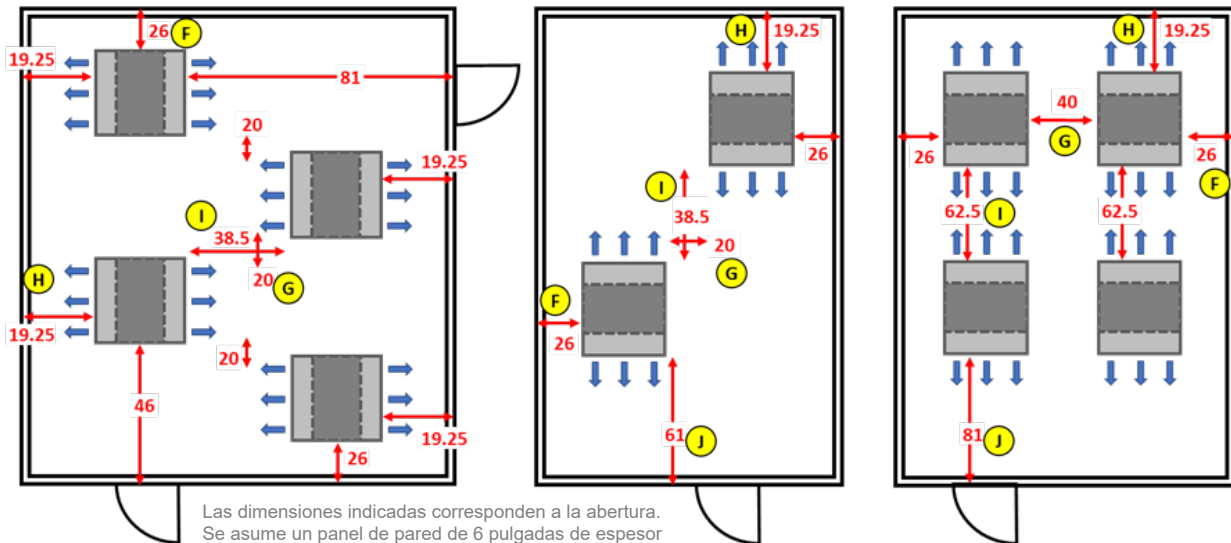

Figura 7 – Dimensiones de las separaciones entre aberturas
- La distancia estándar entre el lado de la abertura y el borde de la cámara es de 26 pulg. Vea "F" en la Figura 7.
- La distancia estándar entre los lados de las aberturas es de 20 pulg. si las unidades se disponen de forma alternada o de 40 pulg. si están alineadas. Vea "G" en la Figura 7.
- La distancia mínima entre lado de la abertura y el borde de la cámara es de 19.25 pulg. Vea "H" en la Figura 7.
- La distancia mínima entre dos aberturas, cuando las unidades están alineadas una con la otra, es de 62.5 pulg., y si están dispuestas de forma alternada la distancia mínima es de 38.5 pulg. Vea "I" en la Figura 7.
- La distancia mínima entre el lado de la abertura y el borde de la cámara si la unidad sopla directamente hacia la puerta es de 81 pulg. Si no sopla directamente, es de 61 pulg. Vea "J" en la Figura 7.